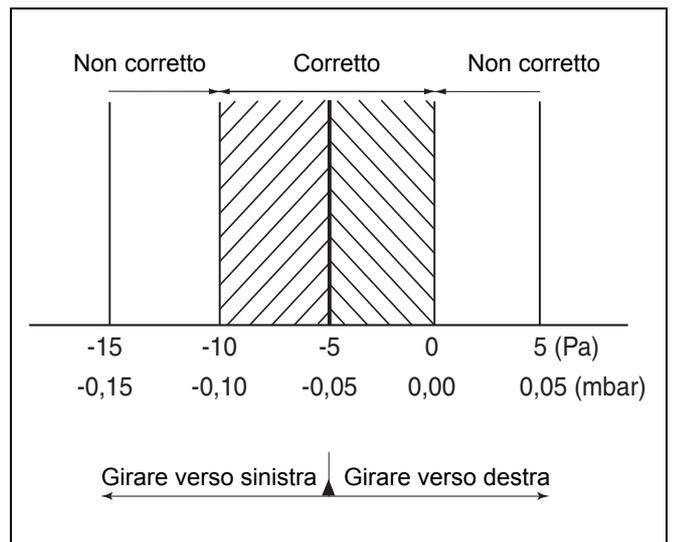
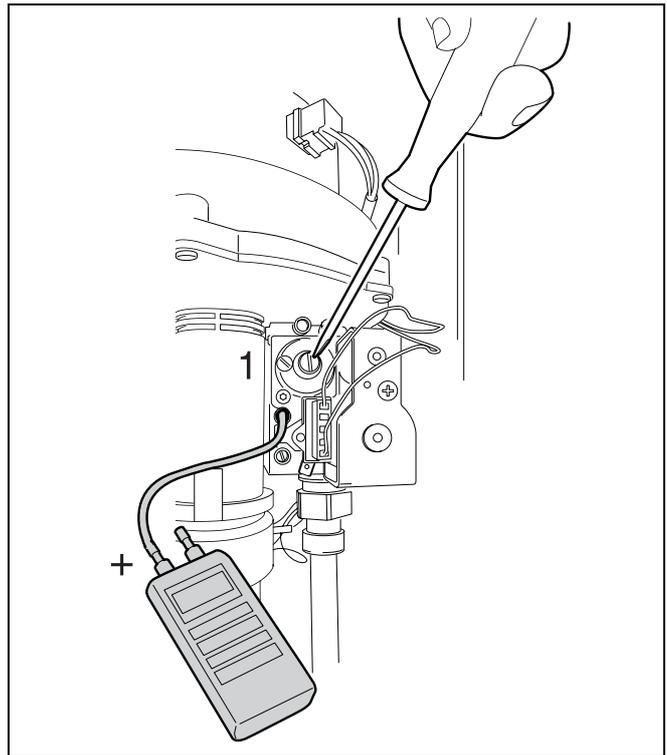

Fig. 37 Differenza di pressione gas/aria con carico parziale
Fig. 38 Regolazione del rapporto gas/aria
- Rilevare la differenza di pressione (rapporto gas/aria). La differenza di pressione ottimale è pari a -5 Pa (-0,05 mbar). È necessario che la differenza di pressione sia compresa tra -10 e 0 Pa (fig. 37). In caso contrario, per la regolazione procedere come segue:
- Togliere il cappuccio di copertura con un cacciavite piatto (fig. 38, pos. 1).
- Regolare la vite di regolazione per la pressione del bruciatore (fig. 38, pos. 1) sulla differenza di pressione corretta (rapporto gas/aria, fig. 37) utilizzando un cacciavite piatto.
- Rimontare il cappuccio di copertura (fig. 38, pos. 1).